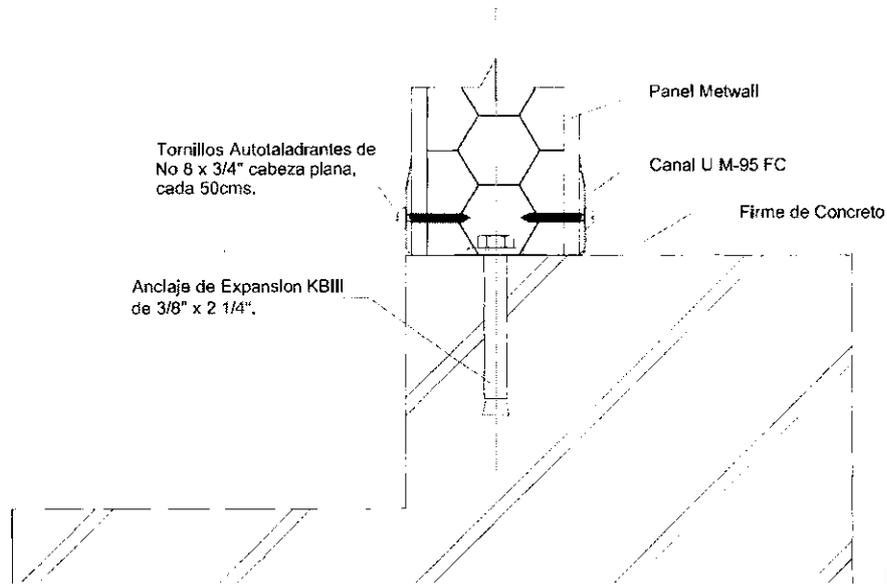

Fig. 3
- 4.3.1 Perfil de base, debe ser colocado perfectamente horizontal y tiene que ser de dimensiones adecuadas para sostener el peso del panel por que los estribos de fijación permiten un deslizamiento vertical de los paneles que requieren un adecuado soporte a la base. Fig. 3